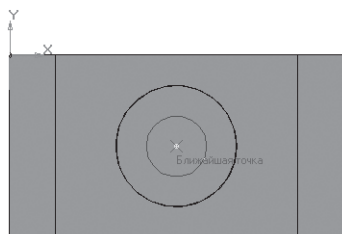

Рис. 162
- постройте окружность радиусом 10 мм ($\varnothing = 20$). Воспользуйтесь глобальной привязкой **Ближайшая точка** (рис. 162);